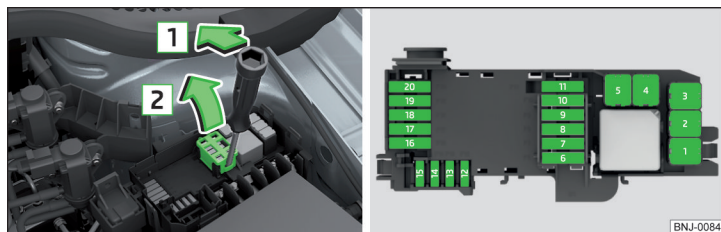

Fig. 181 Demontarea și montarea capacului de protecție al siguranțelor / siguranțe
- > Deblocați capacul siguranțelor în sensul săgeții **1** » fig. 181 cu șurubelnița din trusa de scule » pagina 172.